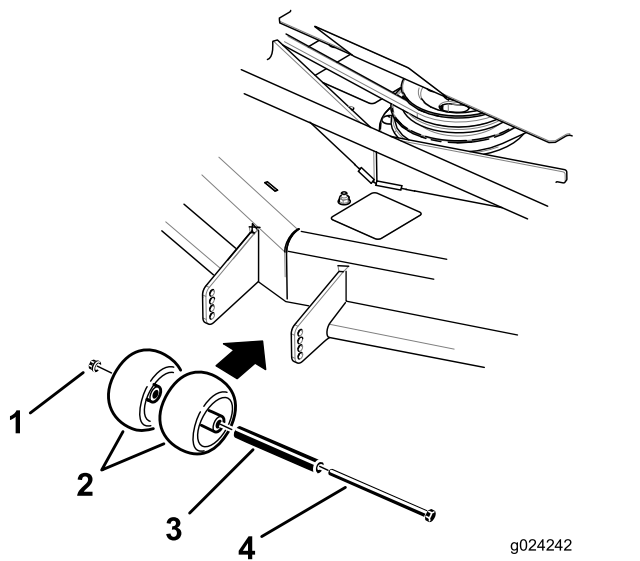
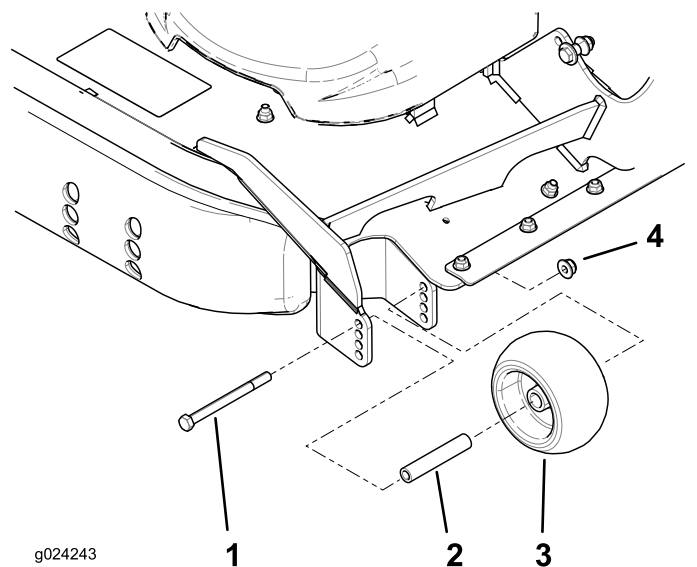

Figure 32
Figure 33
3. Réglez les galets anti-scalp comme montré à la Figure 32 et la Figure 33.